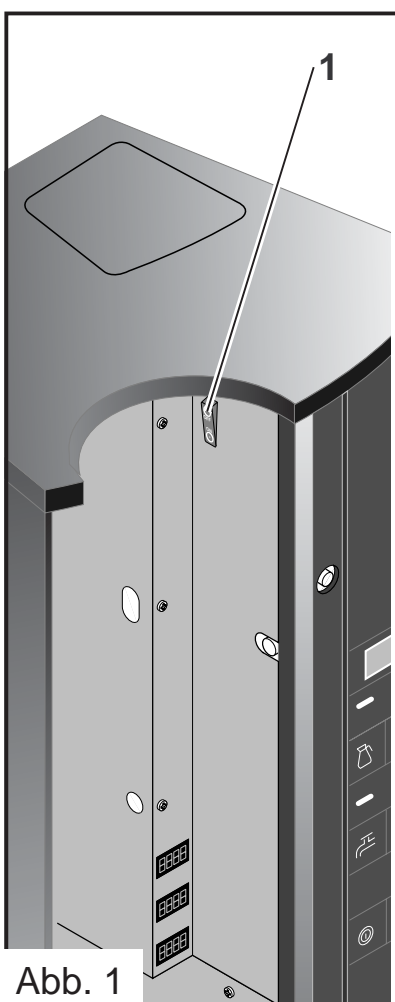

Abb. 1
Vor Beginn der Reinigungsarbeiten, das Gerät am Hauptschalter (1) ausschalten. (Abb.1)